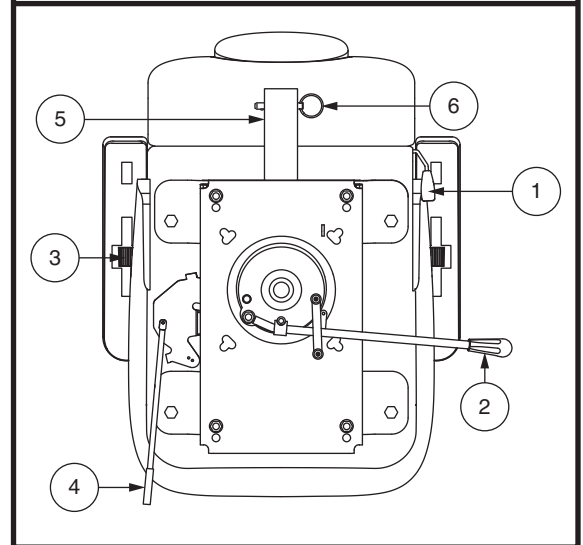

Figure 20. Réglage du siège – Style B
Si votre scooter est équipé d'un siège à dossier inclinable, vous pouvez changer l'inclinaison du dossier avec le levier de réglage du dossier. **Voir la figure 20.**
1. Déplacez le levier coulissant du siège (situé sur le côté inférieur gauche du siège) vers l'extérieur. **Voir la figure 20.**
Élevez ou abaissez l'inclinaison des accoudoirs en tournant la roulette de réglage sous l'accoudoir. **Voir la figure 20.**
Le support d'accessoire monté à l'arrière vous permet d'attacher un accessoire personnel comme un panier, support pour marchette ou réservoir d'oxygène à l'arrière de votre scooter. Utiliser la goupille de verrouillage afin de bien fixer votre article au support d'accessoire. **Voir la figure 20.** Consultez votre détaillant autorisé pour plus de détails.